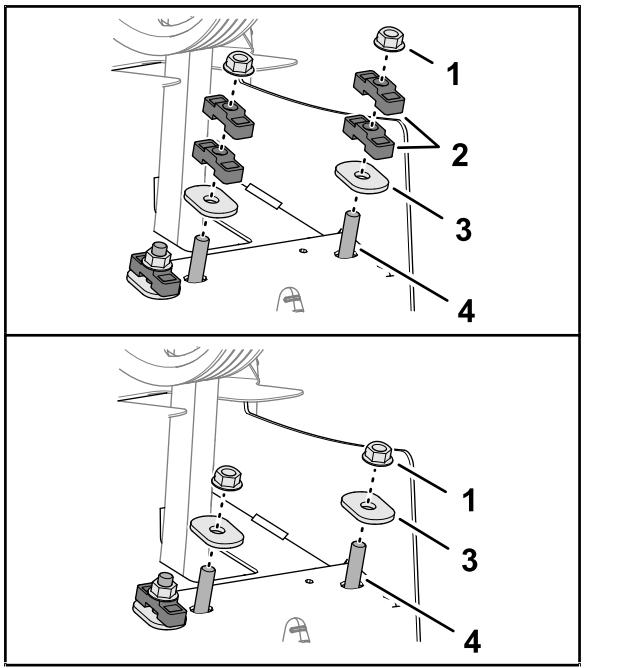

Figura 123
6. Fissate l'albero dell'ammortizzatore e i distanziali al telaio posteriore con le rondelle ovali indurite e i dadi di bloccaggio (Figura 123).